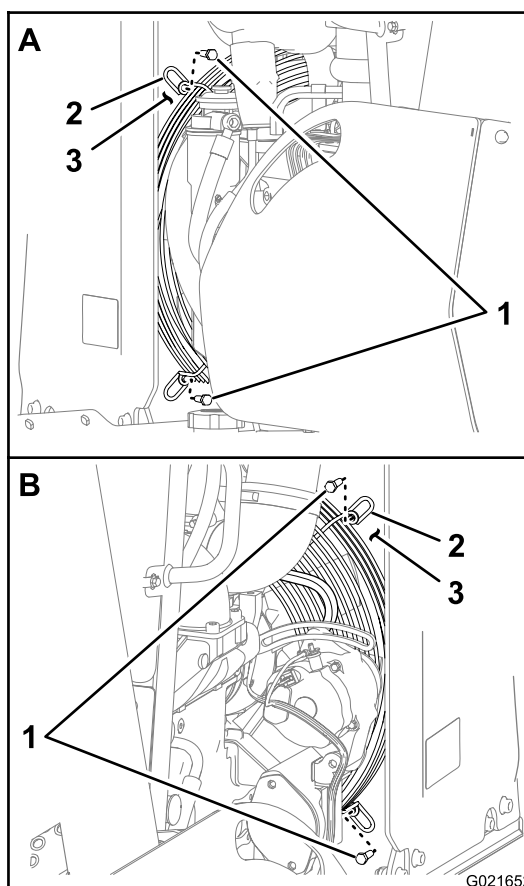

Figure 87
6. Enlevez les 4 boulons qui fixent la grille au carénage de ventilateur (Figure 87).
7. Faites pivoter la grille de ventilateur dans le sens horaire autour de l'arbre d'entraînement du ventilateur jusqu'à ce que l'ouverture dans la grille soit à la position 6 heures (Figure 87).
8. Fixez la grille au carénage du ventilateur (Figure 87).